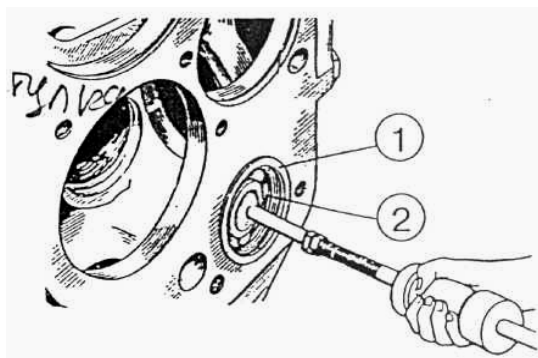

Рисунок 5.7
5) выпрессуйте из корпуса коробки передач подшипник 2 (рисунок 5.7) и втулку 1 назад по ходу движения трактора;